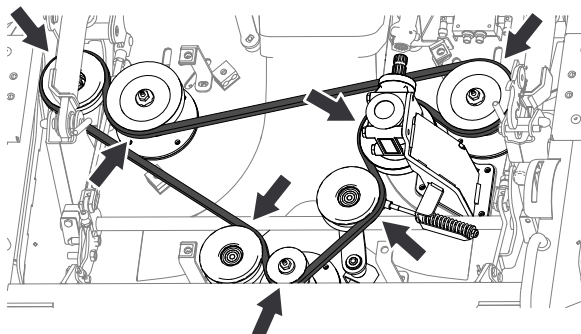

Figure 134
1. Acheminez la courroie neuve autour des poulies, comme montré à la Figure 134.